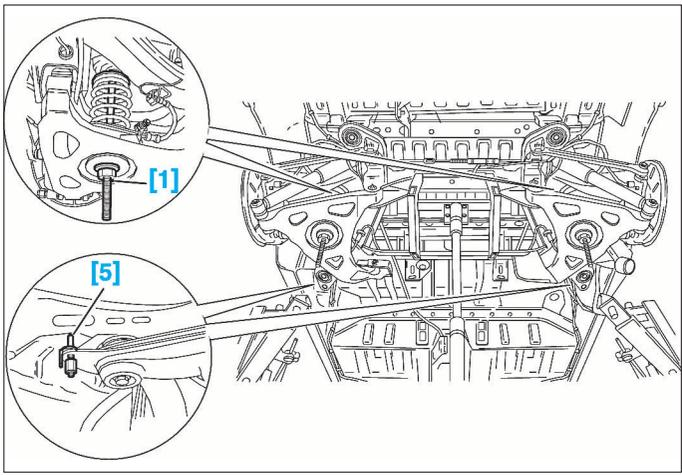

FIG. 67
- positionner les deux étriers [6] à l'avant de la traverse arrière pour centrer le berceau arrière (Fig.67).